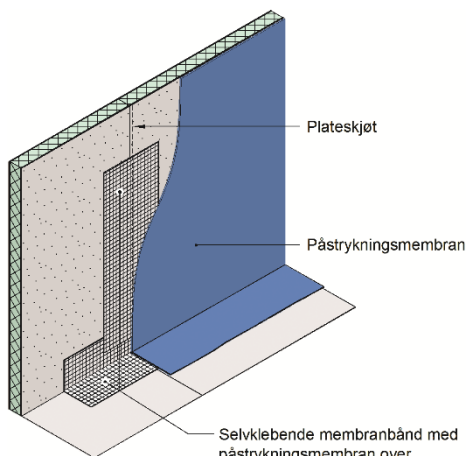

Fig. 2b
- Alternativ 2: Tetti selvklebende membranbånd benyttes over plateskjøter og skruefester i kombinasjon med en godkjent påstrykningsmembran som toppstrøk, se Fig 2b. Det skal ikke legges membran under membranbåndet, kun over.